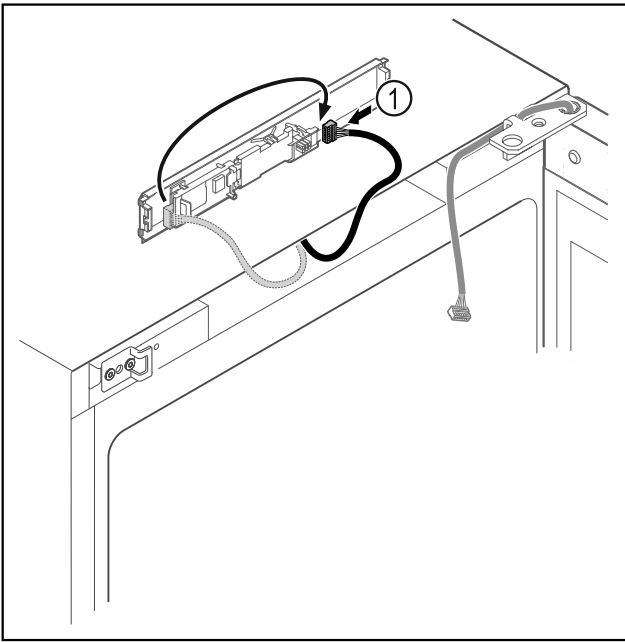

Fig. 11
- ▶ Μεταφέρετε το φικς Fig. 11 (1) στην πλακέτα.